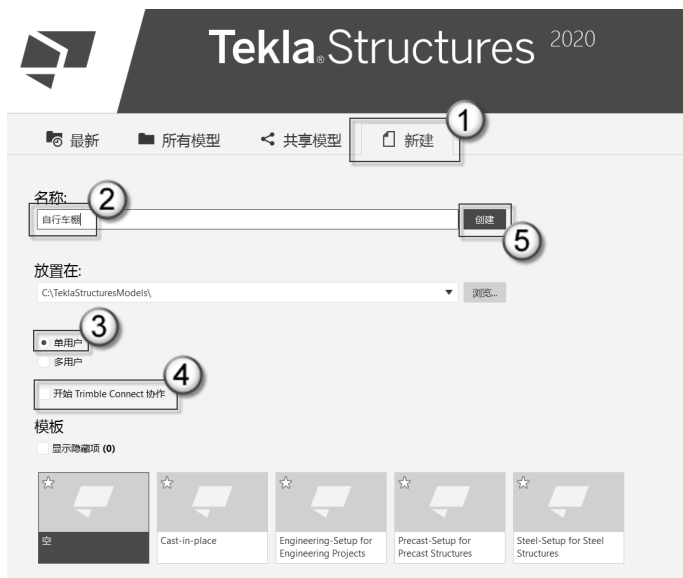

图 1.2 Tekla Structures 2020 对话框
(2) 新建项目。在弹出的 Tekla Structures 2020 对话框中，选择“新建”选项卡，在“名称”栏中输入“自行车棚”字样（这就是项目的名称），选择“单用户”单选按钮，去掉“开始 Trimble Connect 协作”复选框的勾选，单击“创建”按钮，如图 1.2 所示。